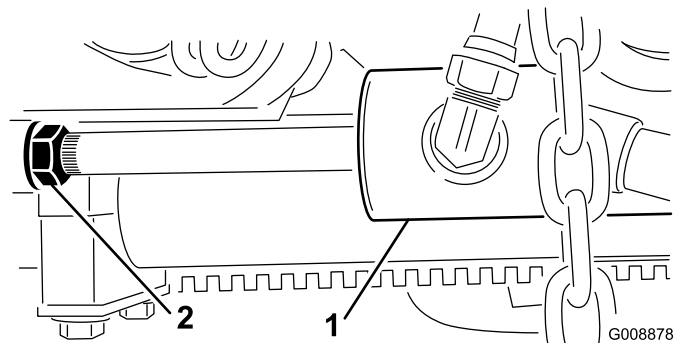

Figura 12
B. Afloje la contratuercas del cilindro (Figura 12).